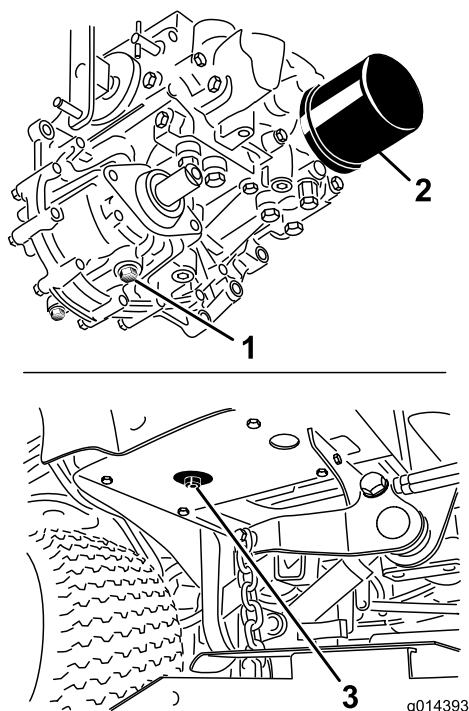

図 89
- 油圧オイルタンクとトランスミッションケースの下にオイルを受ける大型の容器を置き、それぞれのドレンプラグを外してタンク内のオイルを完全に排出、回収する(図 89)。
- 油圧オイルフィルタ取り付け部の周辺をウェスできれいに拭き、フィルタを外す (図 89)。